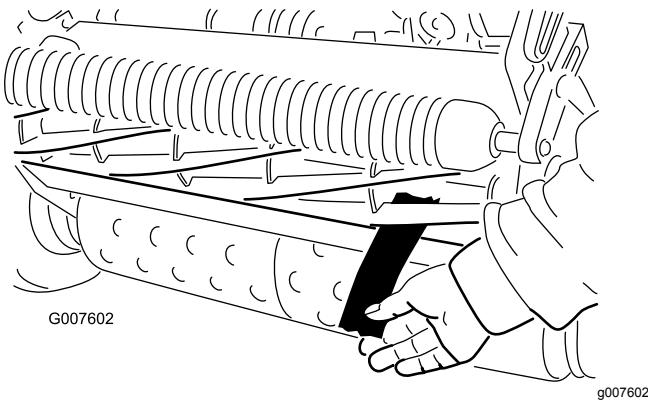

Figura 53
- Pruebe el rendimiento de corte insertando una tira larga de papel de prueba del rendimiento de corte entre el molinete y la contracuchilla, perpendicular a la contracuchilla (Figura 53). Gire el molinete lentamente hacia adelante; debe cortar el papel.